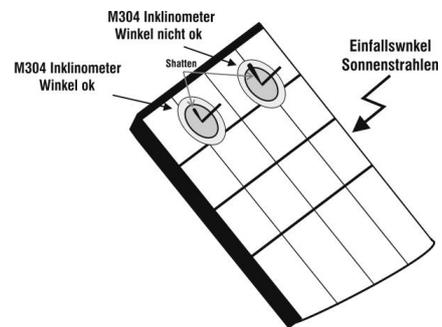

Abb. 7b: Positionierung des Inclinometers M304
16. Stellen Sie den mitgelieferten Neigungsmesser M304 auf die PV Moduloberfläche. **Überprüfen Sie, ob der Schatten des Messstabs “nicht über den Rand des auf dem Neigungsmesser eingezeichneten Kreises hinausragt” (Abb. 7b).** Der Einfallswinkel der Sonnenstrahlen auf die PV Moduloberfläche würde sonst zu flach sein und nicht den normgerechten Testbedingungen der Solarmodul-Hersteller entsprechen. In diesem Fall ist keine Übereinstimmung der Messdaten mit jenen des Herstellers zu erwarten. Die Messungen müssen folglich zu einer anderen Tageszeit vorgenommen werden